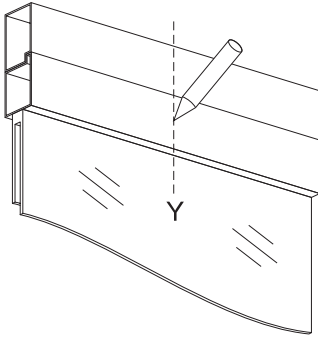

Fig. 22
- 3) **Abb. 22-** Die klebrige Schablone auf das Fenster auftragen, indem man die Schablone auf die vorher gezogene Mittellinie "Y" zentriert;